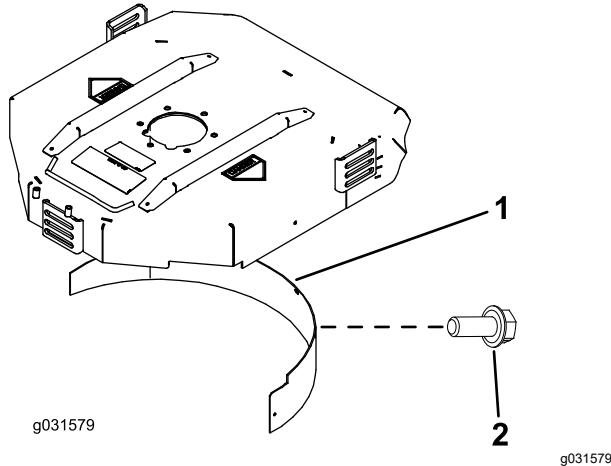

図 9
2. 後部の取り付け穴にマルチングバッフルを取り付け、フランジヘッドボルト 5 本で固定する図 9。